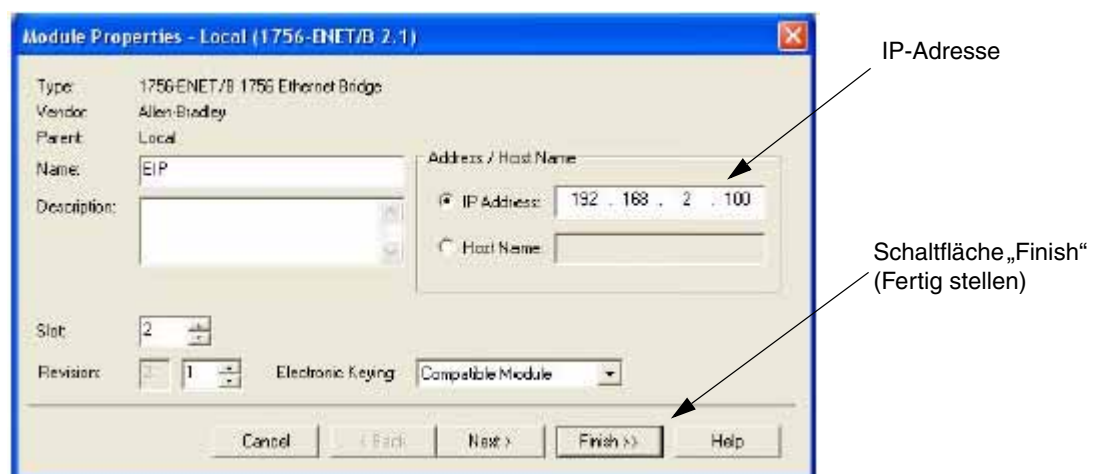

ABB. 69: Eigenschaften des Ethernet-Moduls
- c. Im Fenster „Select Module Type“ (Modultyp auswählen) den Eintrag „1756-ENET/B“ oder „1756-ENBT/A“ wählen. RSLogix öffnet das Fenster „Module Properties“ (Moduleigenschaften). Siehe ABB. 69.
- i. Die IP-Adresse und die Subnetzmaske eingeben. Die IP-Adresse muss der IP-Adresse entsprechen, die im Fenster „Module Properties“ (Moduleigenschaften) eingegeben wurde (ABB. 69).